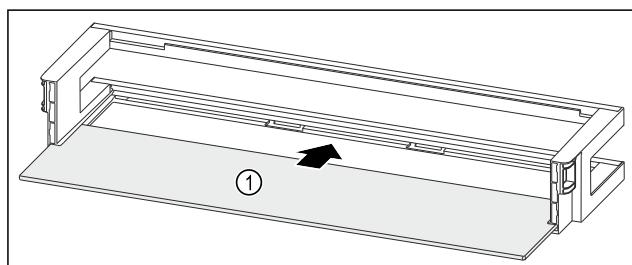

Fig. 94 Vratna polica z odlagalno polico
- Odlagalno polico Fig. 94 (1) vstavite v stranske utore.